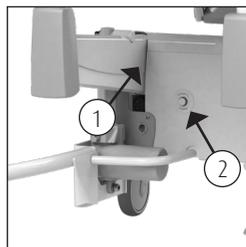

Abbildung 25 Notabsenkungstaste.
- Entfernen Sie den Stecker von der Handbedienung (1) (Siehe Abbildung 25).
- Drücken Sie den Notabsenkknopf ein (2) (Siehe Abbildung 25).